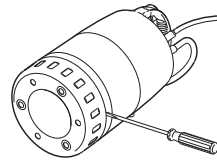

Fig. 9 Afmontering af indløbssi
3. Løsn sien ved at sætte en skrue-trækker ind mellem pumpekappe og indløbssi og dreje skrue-trækkeren, se fig. 9.
2. Løsn sien ved at sætte en skrue-trækker ind mellem pumpekappe og indløbssi og dreje skrue-trækkeren, se fig. 9.